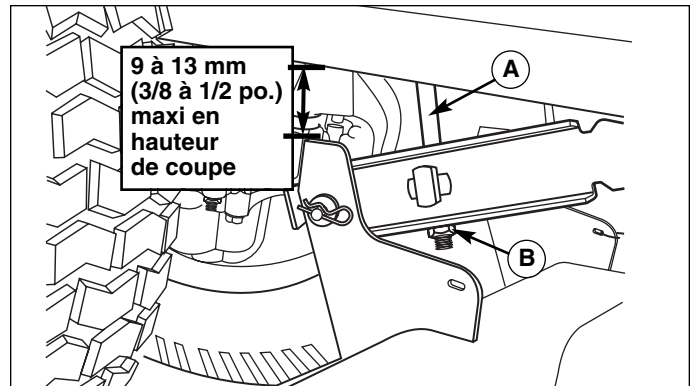

Figure 39. Mise de niveau transversale du carter de coupe
5. Tourner l'écrou-frein (B, Figure 39) de façon à relever ou abaisser ce côté du carter.
REMARQUE : la hauteur de coupe peut être réglée au maximum de 9 à 13 mm (3/8 à 1/2 po.) entre le bâti et la butée supérieure du carter. Voir la Figure 39.